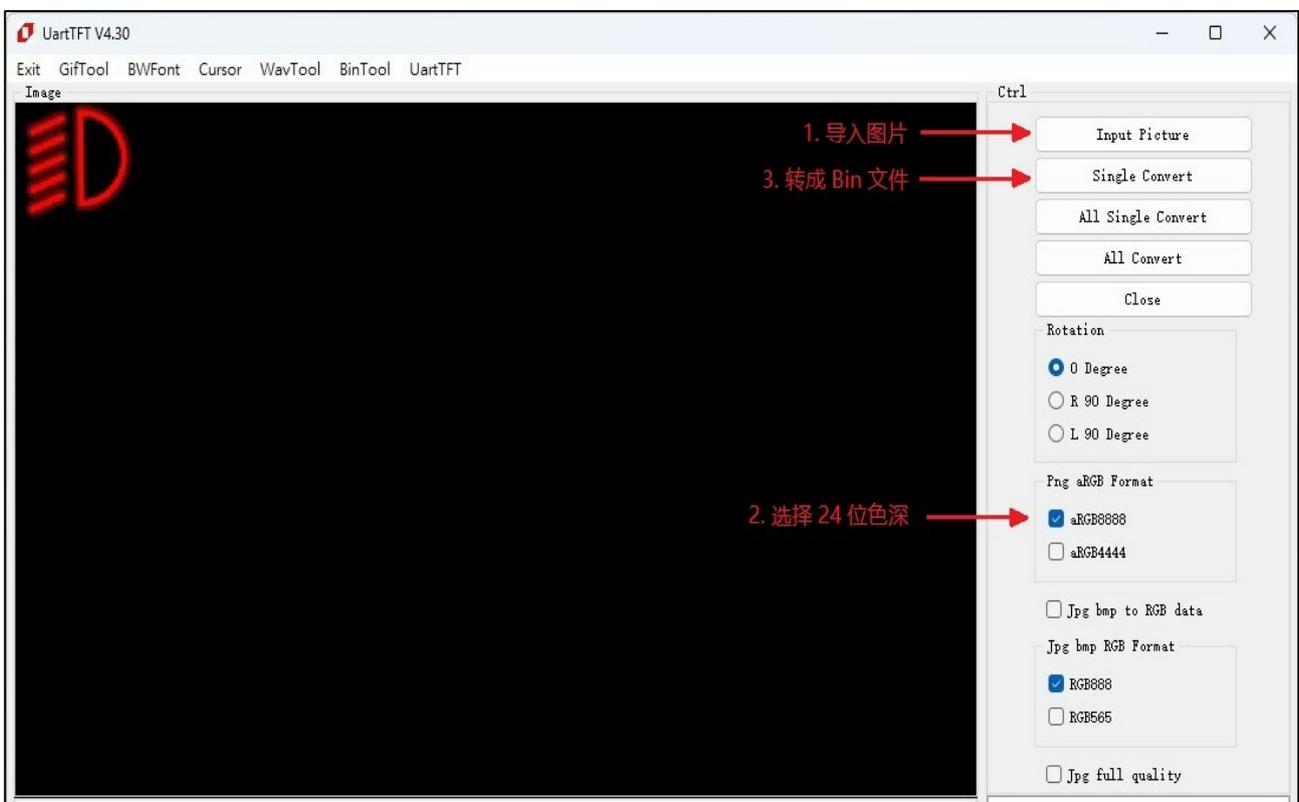

图 18-6: 将 JPG 图片转成 bin 文件
- 1、将此图片通过专用整合软件 (UartTFT_V4.30.exe) 工具，导入并转成 bin 文件，如图 18-6 所示：